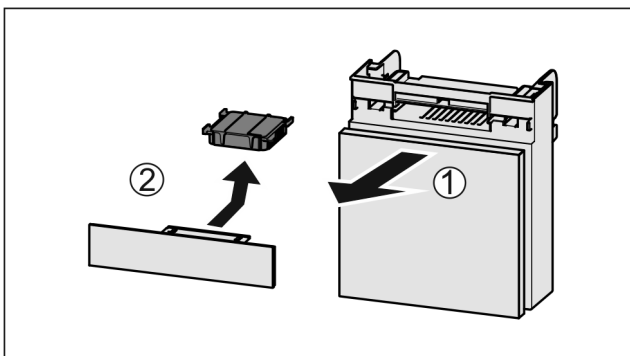

Fig. 155
- ▶ Extrageți Fig. 155 (1) compartimentul către înainte.
- ▶ Scoateți Fig. 155 (2) filtrul de cărbune activ.